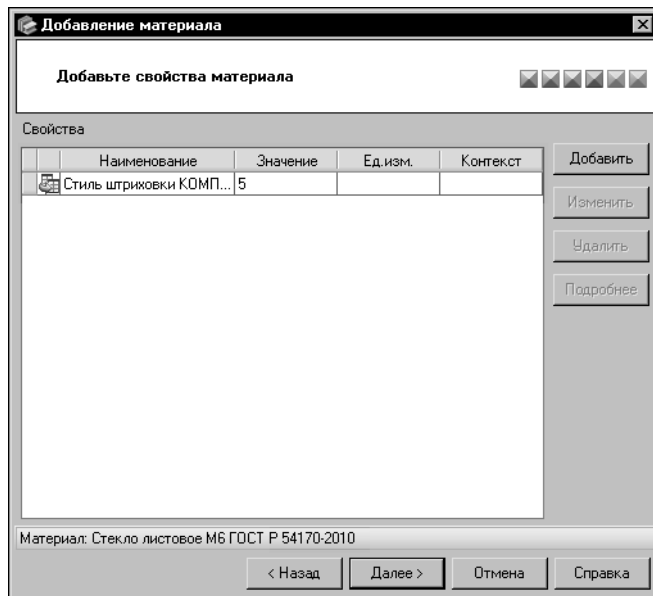

Рис. 6.28. Мастер добавления материала: шаг 4
6.В окне четвертого шага мастера (рис. 6.28) сформируйте список свойств материала и задайте их значения.